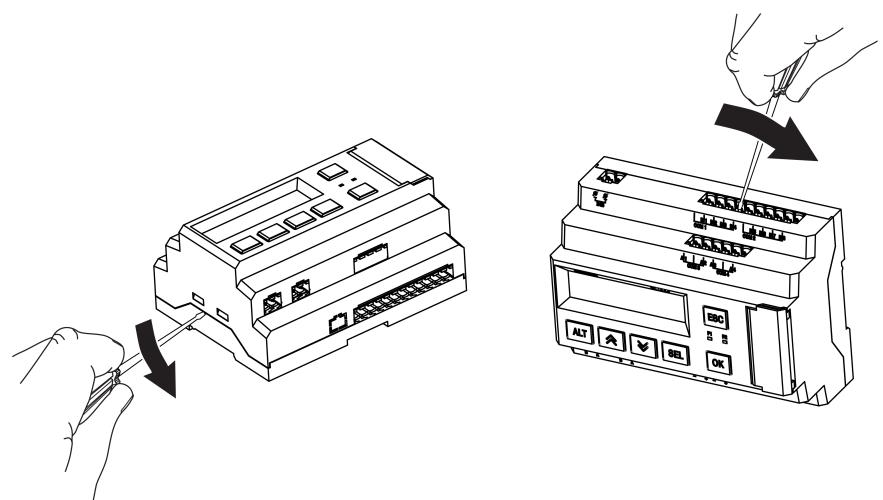

Рисунок 10.2 – Снятие верхней крышки
- Снять верхнюю крышку. Для этого отверткой вывести из зацепления защелки основания из отверстий в торцевых поверхностях крышки (см. рисунок 10.2, 1). Приподнять крышку над основанием.
- Отверткой отогнуть крышку от разъемов на среднем уровне с двух сторон (см. рисунок 10.2, 2). Усилие следует прикладывать у нижних разъемов.